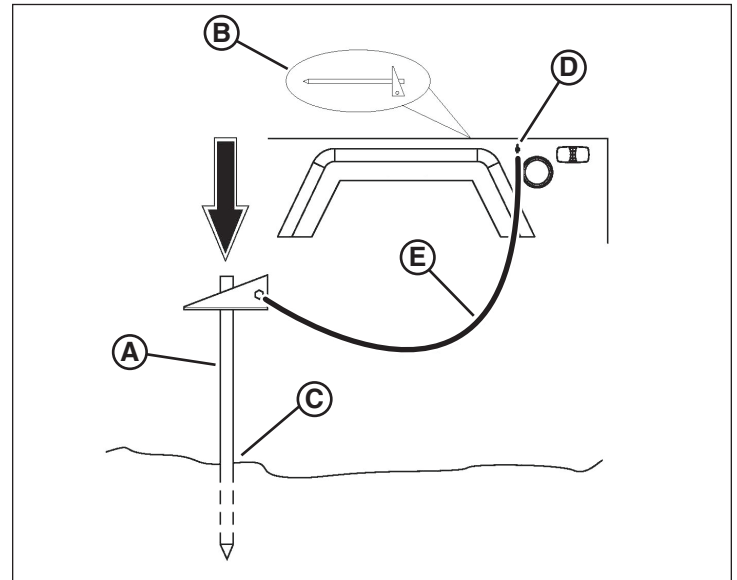

Figure 13
2. Retirer le piquet de terre (A, Figure 13) de son logement à l'intérieur du compartiment moteur (B).
3. Choisir un endroit sur le sol du chantier (C, Figure 13) à moins de 5 pieds de la cosse de mise à la terre (D), se trouvant sur le côté gauche de la tour d'éclairage, vers l'arrière. À l'aide d'un maillet, enfoncer le piquet de terre dans le sol.
4. Fixer le câble du piquet de terre (E, Figure 13) entre le piquet de terre et la cosse. S'assurer que les connexions du câble sont serrées.